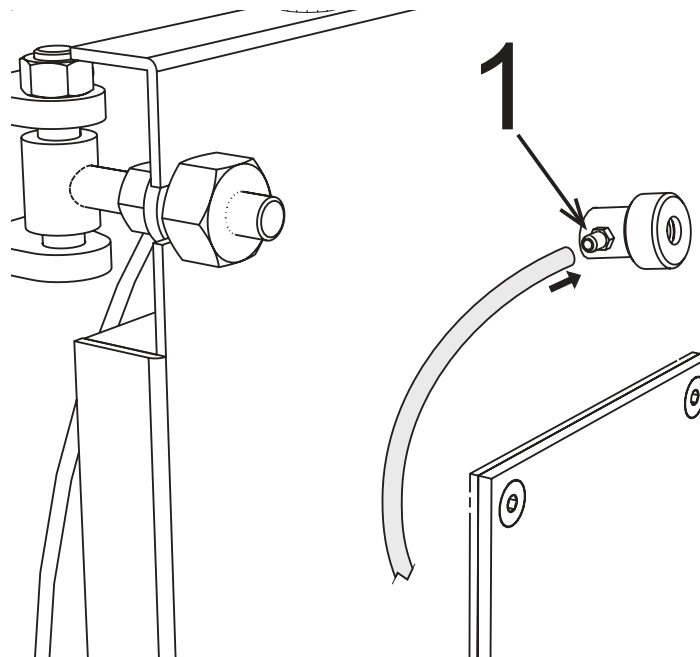

Fig. 16
El piloto de control de llama está dotado de una toma de presión (ref. 1 - Fig. 16) que se conecta mediante un tubo de silicona (no incluido) o de cobre a la toma en el quemador. Esta operación permite al aire soplado por el ventilador enfriar el vidrio del piloto e impedir el ennegrecimiento. Si el tubo no se conecta al piloto, el vidrio de control se podría romper.
Los termostatos de regulación (12 y 13, fig. 16) pueden ser ajustados por el usuario con el pomo frontal. El termostato de seguridad tiene ajuste fijo y rearme manual, conforme a las disposiciones.